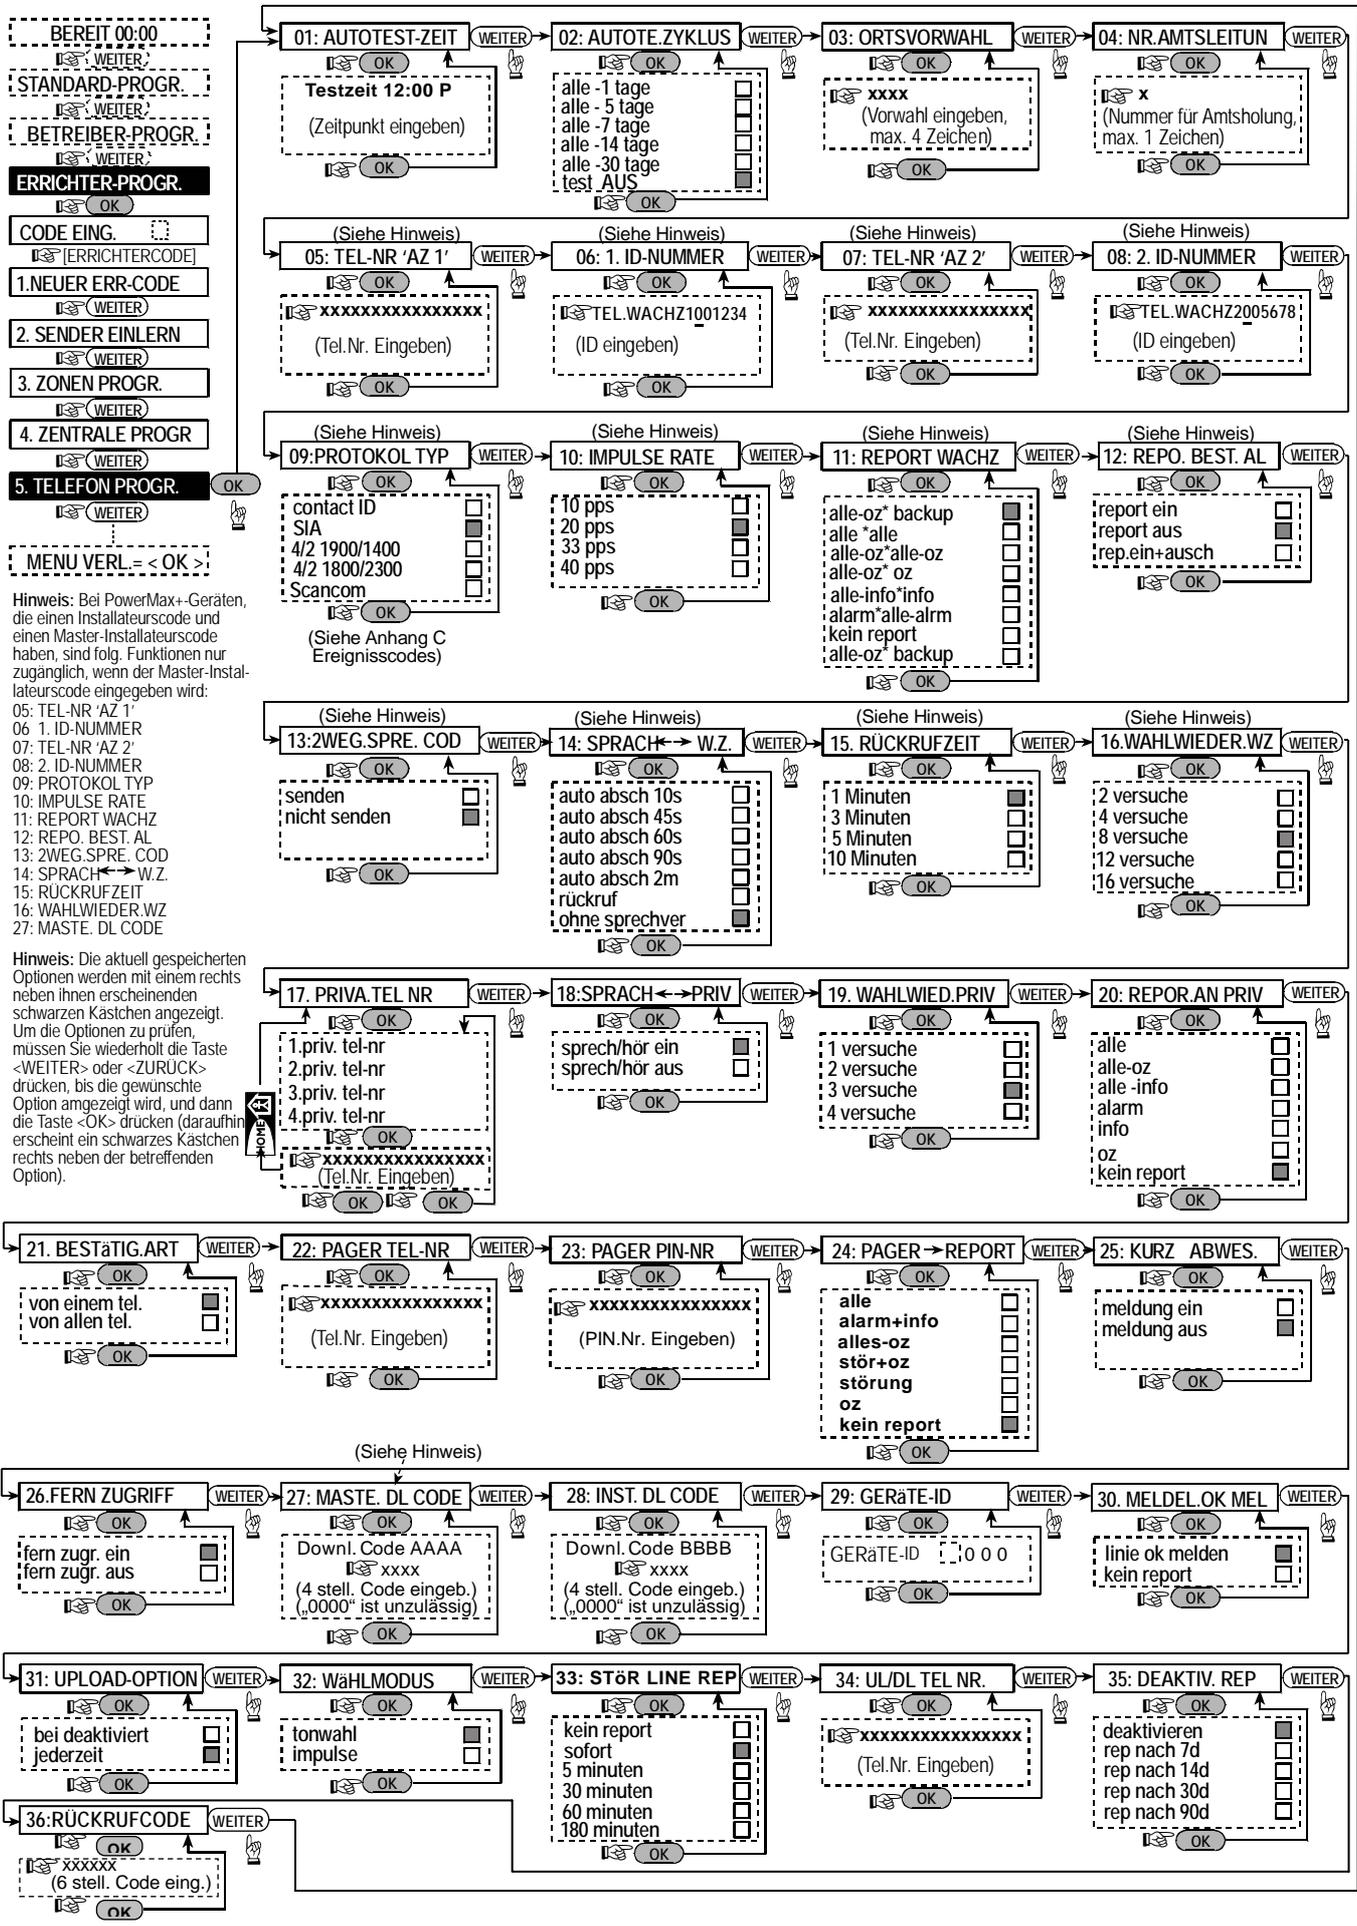

Abb. 4.5 - Ablaufdiagramm Telefon Parameter Programmieren
### 4.5.2 Autotest-Zeit (Abb. 4.5, Speicherplatz 01)
### 4.5.3 Autotest-Zyklus (Abb. 4.5, Speicherplatz 02)
### 4.5.4 Ortsvorwahl (Abb. 4.5, Speicherplatz 03)
(Abb. 4.5, Speicherplatz 04)
(Abb. 4.5, Speicherplatz 05)
(Abb. 4.5, Speicherplatz 06)
(Abb. 4.5, Speicherplatz 07)
(Abb. 4.5, Speicherplatz 08)
### 4.5.9 Protokoll Typ (Abb. 4.5, Speicherplatz 09)
### 4.5.10 Impulsrate (Abb. 4.5, Speicherplatz 10)
(Abb. 4.5, Speicherplatz 11) (siehe Hinweis in Abb. 5).
(Abb. 4.5, Speicherplatz 12)
(Abb. 4.5, Speicherplatz 13)
(Abb. 4.5, Speicherplatz 14).
(siehe Hinweis in Abb. 4.5)
4.5.15 Rückrufzeit (Abb. 4.5, Speicherplatz 15)
4.5.16 Wahlwiederholungen – Wachzentrale (Abb. 4.5, Speicherplatz 16)
4.5.17 Private Tel.-Nr. programmieren (Abb. 4.5, Speicherplatz 17)
4.5.18 Sprachkommunikation mit privaten Telefonteilnehmern (Abb. 4.5, Speicherplatz 18)
4.5.19 Wahlwiederholungen an private Telefonteilnehmer (Abb. 4.5, Speicherplatz 19)
4.5.20 Report an private Telefonteilnehmer (Abb. 4.5, Speicherplatz 20)
4.5.21 Bestätigungsart (Abb. 4.5, Speicherplatz 21)
4.5.22 Pager Tel.-Nr. (Abb. 4.5, Speicherplatz 22)
4.5.23 Pagers PIN-Nr. (Abb. 4.5, Speicherplatz 23)
4.5.24 Pager Report (Abb. 4.5, Speicherplatz 24)
4.5.25 Kurz Abwesend (Abb. 4.5, Speicherplatz 25)
4.5.26 Fernzugriff (Abb. 4.5, Speicherplatz 26)
(Abb. 4.5, Speicherplatz 27)
Hier können Sie den vierstelligen Code festlegen, der als Passwort für das Laden von Daten in den Speicher des PowerMax+-Systems dienen soll. Mit diesem Master Code alle Daten bearbeitet werden (s. Hinweis in Abb. 4.5).
(Abb. 4.5, Speicherplatz 28)